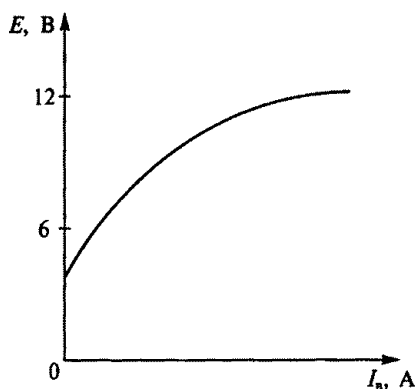

Рис. 241
10.27. На рис. 241 приведена характеристика холостого хода генератора постоянного тока. Какой будет ЭДС остаточного намагничивания?
10.28. Используя график на рис. 241, найти примерное номинальное напряжение генератора.